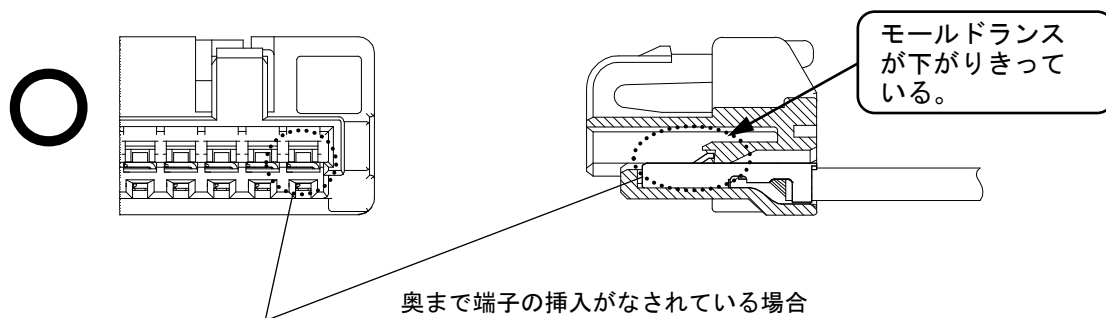

Fig.6-4 正しく装着されている場合 (製品形状は参考例)
- ⑤ すべての端子の装着後、プラグハウジングのモールドランスを間口より覗き、モールドランス部の位置を確認してください。正しく装着されている場合は、端子ランス部がきちんとモールドランスを乗り越えた位置にあります。(Fig.6-4, 6-5)